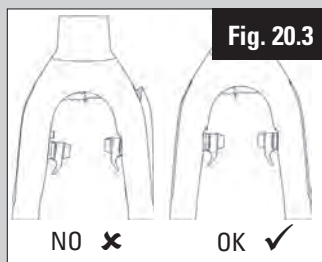

Fig. 20.3
3. Réglage tension de ressort (Clé Allen de 2 mm, (Fig. 20.3): ajuster la tension des ressorts afin de symétriser le mouvement des leviers.